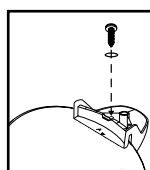

FIGURE 5
7. Faire tenir les pieds avec la vis et la rondelle fournies **FIGURE 5**.